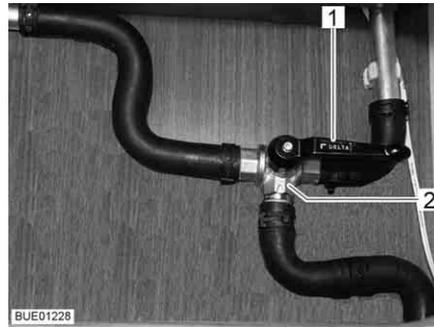

Fig. 169 Válvula de 3 vias
- Coloque a alavanca (Fig. 169,1) da válvula de 3 vias (Fig. 169,2) paralelamente ao sentido reto do fluxo (Fig. 169).
- Coloque a alavanca (Fig. 169,1) da válvula de 3 vias (Fig. 169,2) transversalmente ao sentido reto do fluxo.